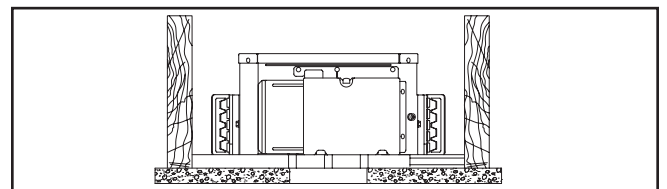

Figura 2.
- Plataforma sin IC (contacto con el aislamiento): La plataforma del alojamiento PN3LED12 está diseñada para instalaciones en las que la plataforma no entre en contacto con el aislamiento (Figura 2.). No instale el aislamiento a menos de 3 pulgadas (76 mm) de los laterales de la luminaria, del compartimento para cables o por encima de ellos.